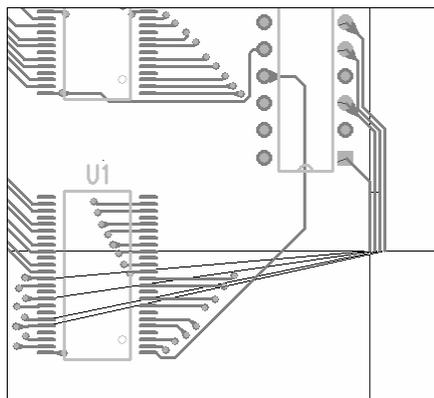

图 11-23 总线布线模式效果图
(4) 单击设计工具栏中的图标按钮,进入总线布线模式,然后单击最上面的焊盘开始总线布线,移动光标引导布线,如图 11-23 所示,单击鼠标左键为信号线增加拐角,则 4 根信号线全部增加拐角。